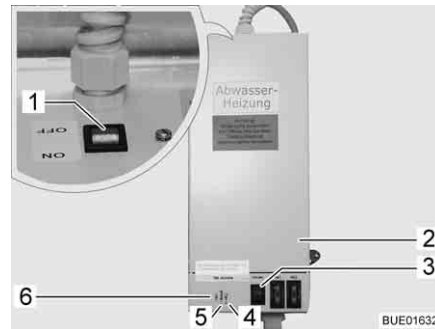

Fig. 234 Transformador com aparelho de regulação
Dependendo do modelo, o transformador 230 V AC/12 V DC (Fig. 234,2) está instalado no roupeiro ou na arca da sala.
- A luz piloto (Fig. 234,5) acende-se com luz verde: Regulador em funcionamento.
- Luzes piloto (Fig. 234,4 e 6) acesas com luz vermelha: As tubagens das águas residuais são aquecidas.
Na carcaça está integrado um botão de teste (Fig. 234,3), com o qual o aparelho de regulação pode ser posto a funcionar por pouco tempo. Premindo o botão de teste, pode-se testar a função de aquecimento, mesmo se a temperatura ambiente estiver acima de 5 °C.
- Colocar o interruptor (Fig. 234,1) no transformador (Fig. 234,2) em "ON".
- Colocar o interruptor (Fig. 234,1) no transformador (Fig. 234,2) em "OFF".